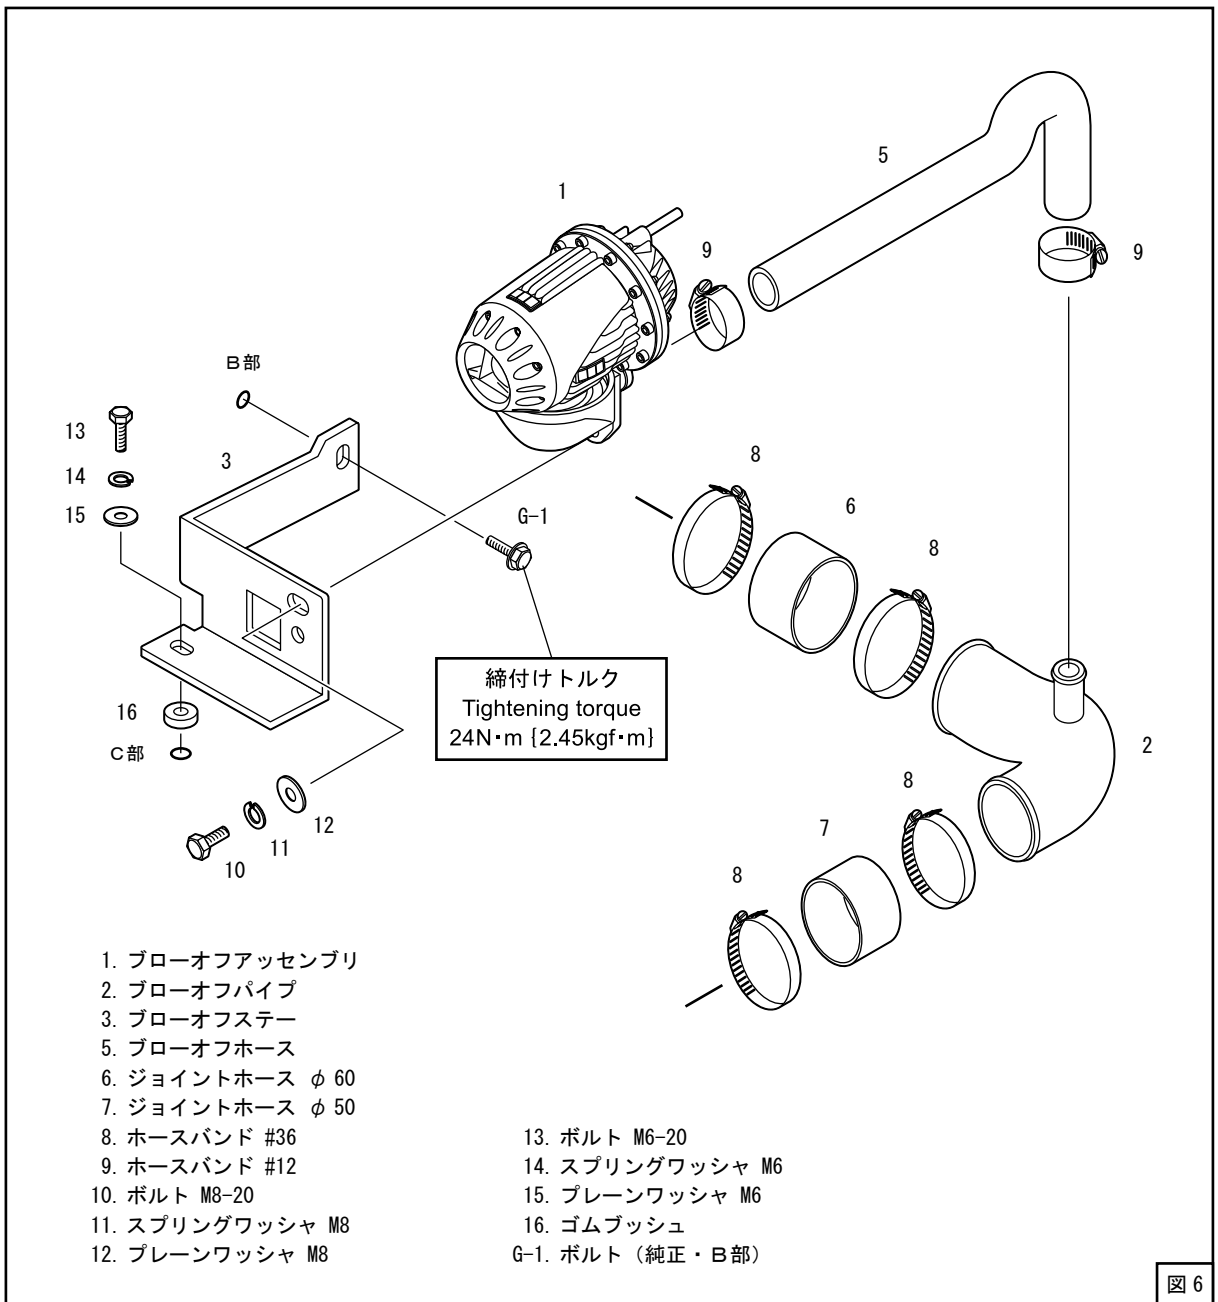

図 6
(図3、図6)
- (3) B部のボルトをいったん外し、ブローオフステーを取付けてください。(図5、図6)
(図 6、図 7)
(図 6)